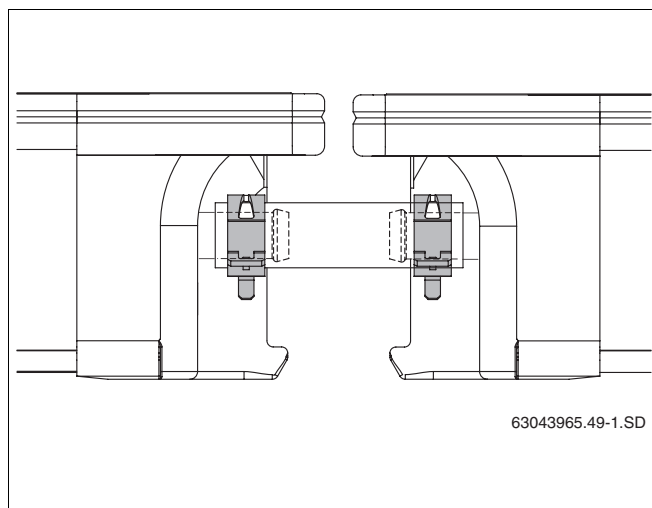

Fig. 28 Tube solaire avec bride du compensateur fixé
- Fixez chaque tube solaire sur le raccord de capteur à l'aide d'une bride (fig. 28).